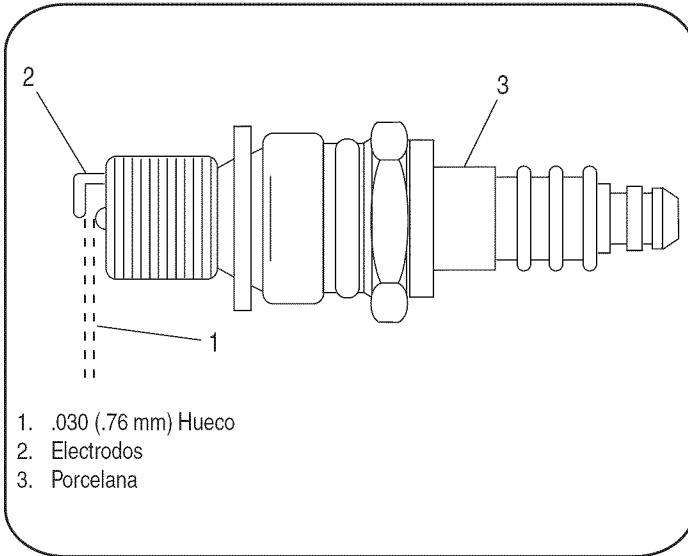

Figura 5-3
- Limpiar la bujía y regradar la separación a .030" una vez por temporada por lo menos o cada 50 horas de operación. Ver la Figura 5-3.